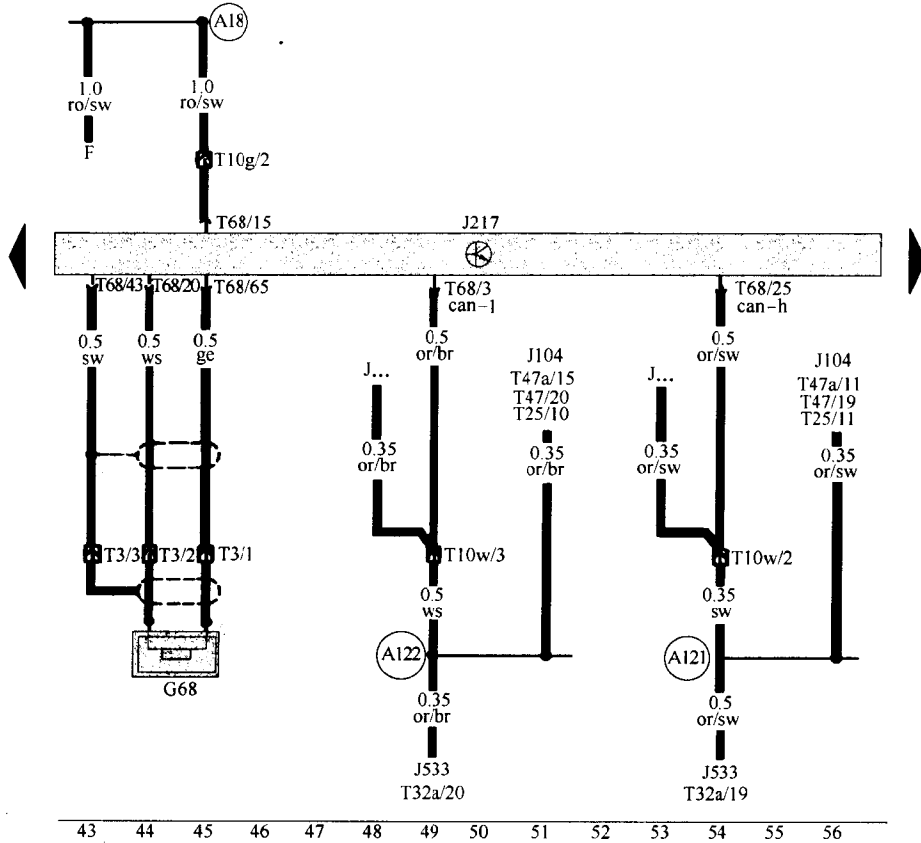

图 1-12 自动变速器控制单元与车速传感器电路图
⑪④-搭铁连接,在自动变速器线束内;
⑥⑧-搭铁点,在流水槽中部;
(4) 自动变速器控制单元,车速传感器(如图 1-12 所示)